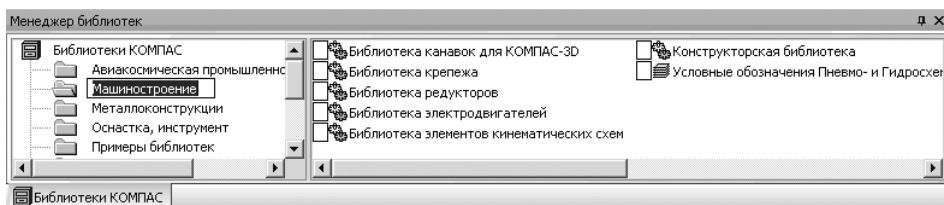

Рис. 1.1. Окно системы управления библиотеками **Менеджер библиотек** с открытыми библиотеками **Машиностроение**
- щелкните в левой части окна системы управления библиотеками **Менеджер библиотек** по пункту **Машиностроение**. В правой части появятся соответствующие библиотеки (рис. 1.1);
- щелкните в главном меню системы КОМПАС по пункту **Сервис**, а затем в выпадающем меню по пункту **Менеджер библиотек**. Появится окно системы управления библиотеками **Менеджер библиотек** (см. рис. 1.1);